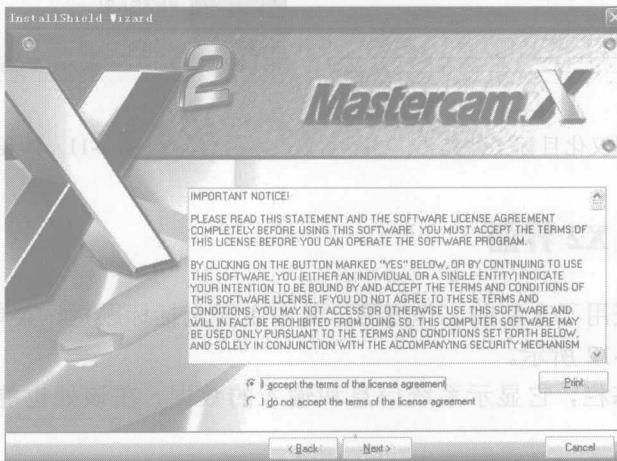

图 1-8 License Agreement (接受许可证) 对话框
- ⑫ 稍后弹出 License Agreement (接受许可证) 对话框，选中 I accept the terms of the license agreement (我接受此许可证协议) 单选按钮，如图 1-8 所示。